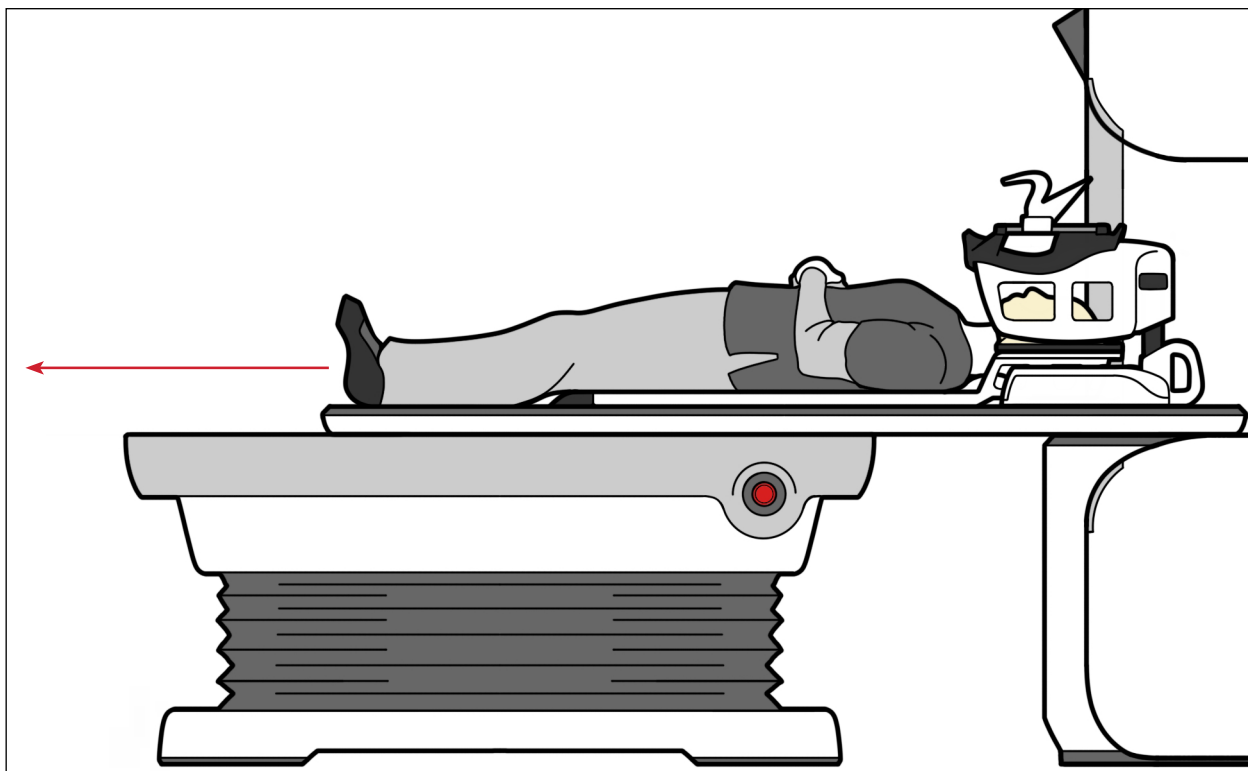

Рис. 13
1. После завершения визуализации извлеките пациента из туннеля МР-томографа (рис. 13).